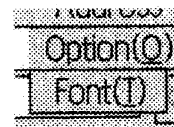

図4-39
④ 「Option(O)」プルダウンメニュー (図4-39)